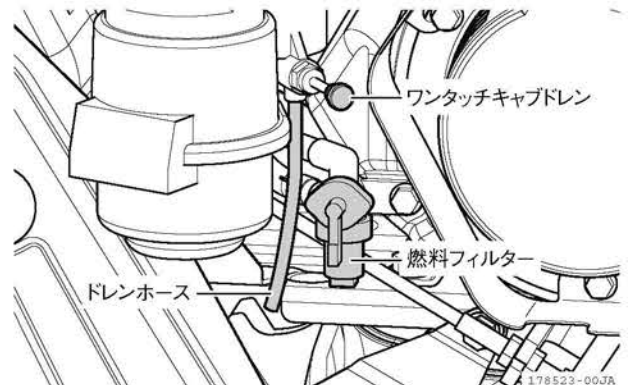

図 4-14 燃料の抜きかた
3. ワンタッチキャブドレンを引きます。キャブレター内の燃料がホースから出てきます。(図 4-14)
4. ホースから燃料が全部抜けきったら、ワンタッチキャブドレンを放します。(図 4-14)